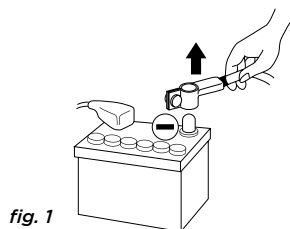

fig. 1
- **Avant d'entamer l'installation, déconnectez la borne négative de la batterie pour éviter tout risque de blessure, d'incendie ou d'endommagement du matériel. (fig. 1)**
2. Débranchez le fil négatif de la batterie avant de commencer l'installation (*fig.1*).